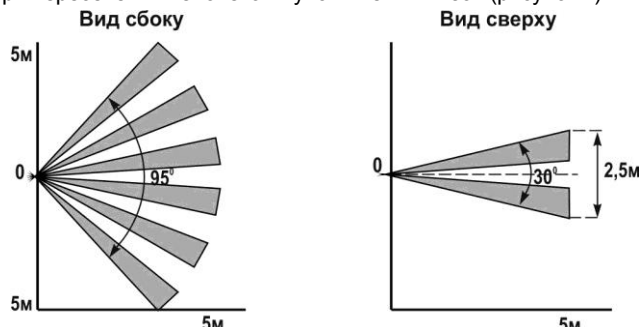

Рисунок 2
**2.2 Принцип действия ИК - канала** извещателя основан на регистрации изменений потока теплового излучения, возникающих при пересечении человеком чувствительных зон (рисунок 2).